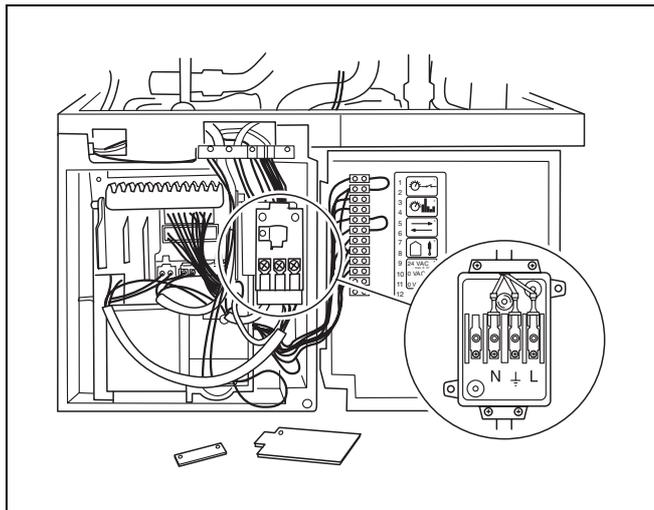

Fig. 11 Collegamento alla rete elettrica
- Introdurre il cavo di rete nel quadro di collegamento (fig. 11) passando attraverso il ferma cavo, collegarlo quindi ai morsetti.